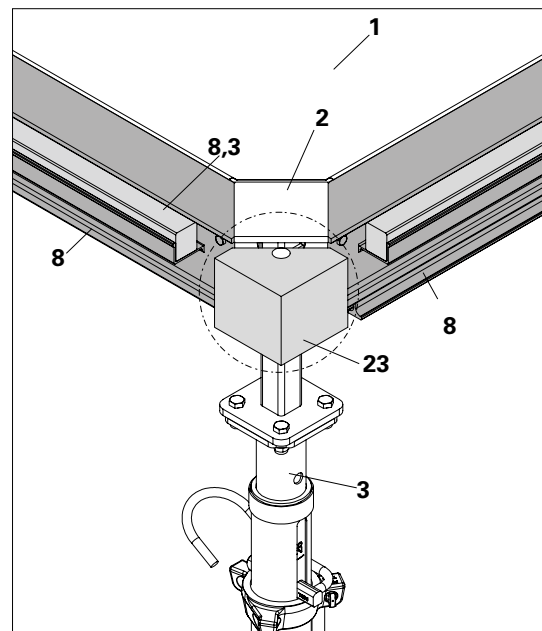

Fig. A7.06
1. Corte un tablero contrachapado de compensaciones de 36 mm de anchura y largo = longitud de la viga de compensación (por ejemplo, 180 cm para ADF 180) y clávelo en el relleno de madera (8.3) de la viga de compensación ADF (8). (Fig. A7.05 + Fig. A7.06)
2. Prepare un bloque de madera (23) en función de la dimensión mostrada.
3. Monte el bloque de madera (23) sobre la espiga de la placa móvil del cabezal de caída (2) en la posición de esquina y bloquee la cuña. (Fig. A7.06)
4. Instale el puntal (3) con el cabezal de caída (2) y el bloque de madera (23) en la esquina de muro de manera que el bloque de madera (23) entre en contacto con la cara del muro en ambas direcciones. (Fig. A7.06)
3. Monte el bloque de madera (23) sobre la espiga de la placa móvil del cabezal de caída (2) cerca de la posición de esquina y bloquee la cuña. (Fig. A7.06 en la página 29)